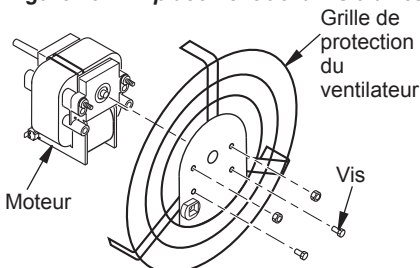

Figure 11 - Retrait ou installation de la grille de protection du moteur
- Retirez les deux écrous et deux vis qui fixent la grille de protection du ventilateur au moteur avec un tourne-écrou. Retirez la grille de protection du ventilateur du moteur (voir figure 11).